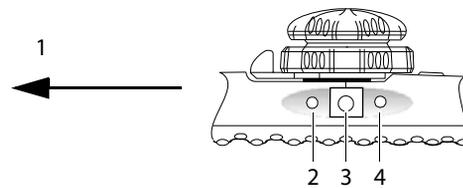

Figura 6 Controles de rotación del plano de exploración
Un motor en el mango del transductor, controlado por botones en el mango, maneja la rotación del plano de exploración (consulte la Figura 6).
- ❖ Pulse el botón biplanar (el botón central) del mango del endoscopio. Consulte Figura 6.
- 3 Pulse los botones de control del plano de exploración en el mango para girar el plano de exploración en sentido contrario a las agujas del reloj (0° a 180°) y en sentido de las agujas del reloj (180° a 0°). Consulte Figura 6.